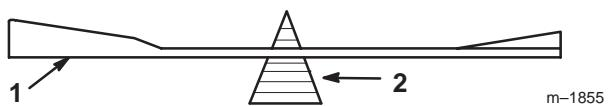
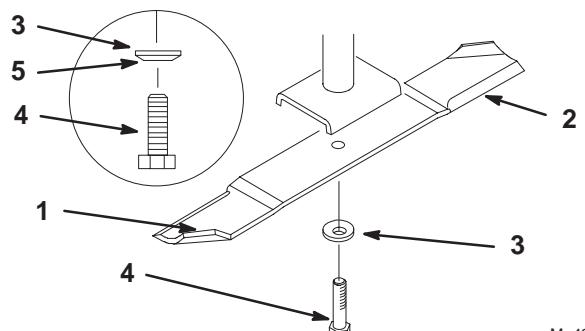

Figure 34
Figure 35
1. Tenez la lame à son extrémité avec un chiffon ou un gant épais. Retirez le boulon, la rondelle élastique et la lame de l'axe de la lame (Fig. 35).
2. Vérifiez l'équilibre de la lame en la plaçant sur un équilibrEUR (Fig. 34). Si la lame reste horizontale, elle est équilibrée et peut être utilisée. Si la lame est déséquilibrée, limez un peu l'extrémité de la partie incurvée seulement (Fig. 35). Vérifiez de nouveau et répétez la procédure jusqu'à ce que la lame soit équilibrée.
1. Placez la lame sur l'axe (Fig. 35).
2. Installez la rondelle élastique et le boulon de la lame (Fig. 35). Serrez le boulon à 115–150 Nm (85–110 pieds-livres).